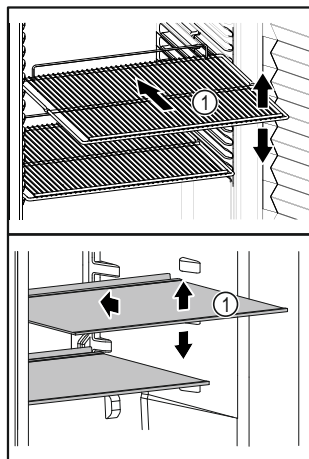

Fig. 54 Représentation à titre d'exemple
- ❑ Si les surfaces de rangement Fig. 54 (1) sont mobiles, les régler en hauteur.